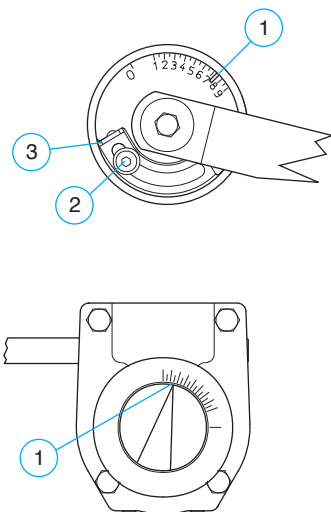

Рис. 12. Установка предварительной настройки
4.7 Установка предварительной настройки крана см. рис. 12.